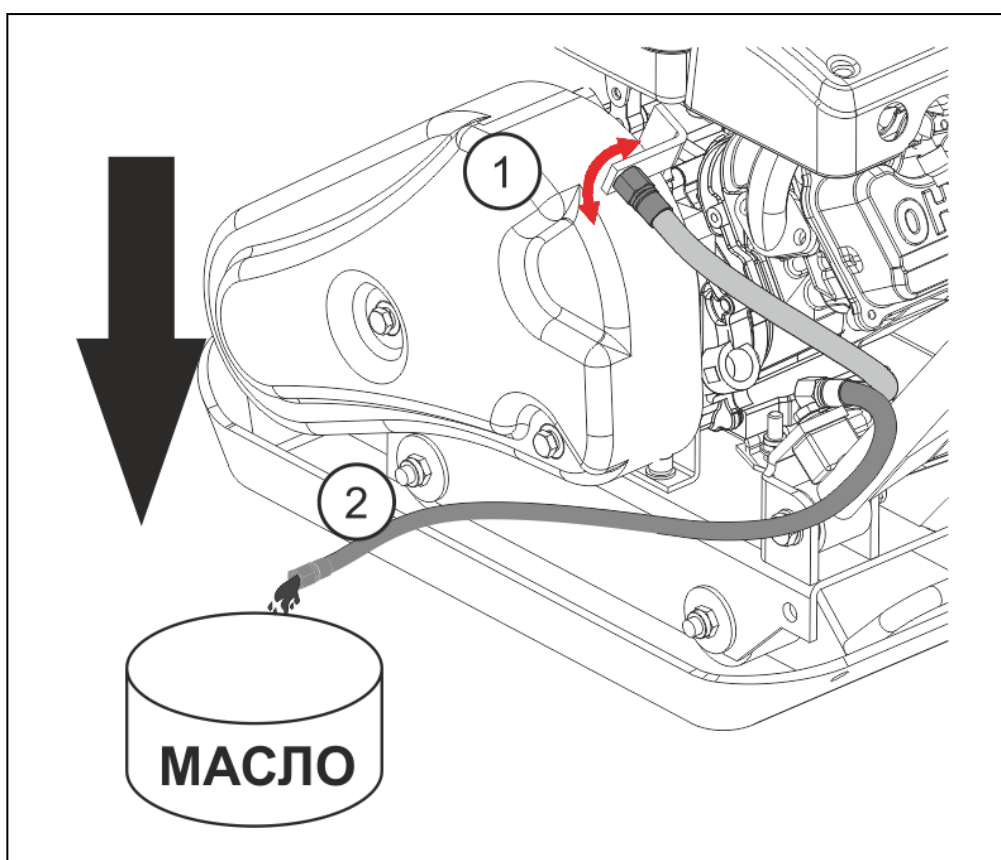

Рис. 15. Замена масла в двигателе.
4. Открутите соединительную гайку шланга для слива масла от кронштейна крепления и слейте отработанное моторное масло через шланг в подготовленную для этого емкость (Рис. 15).